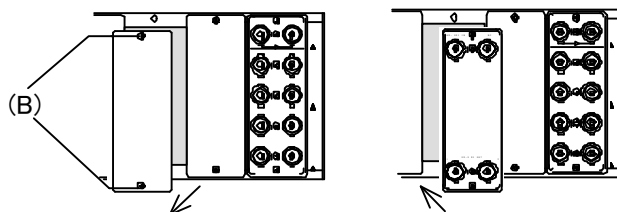

図 4-3 コネクターモジュールの取り付け
(4)必要があればコネクターモジュールを増設します。(図 4-3)